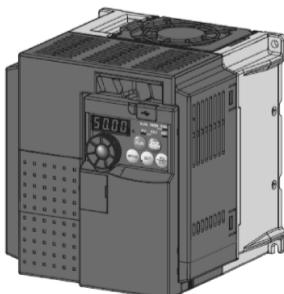
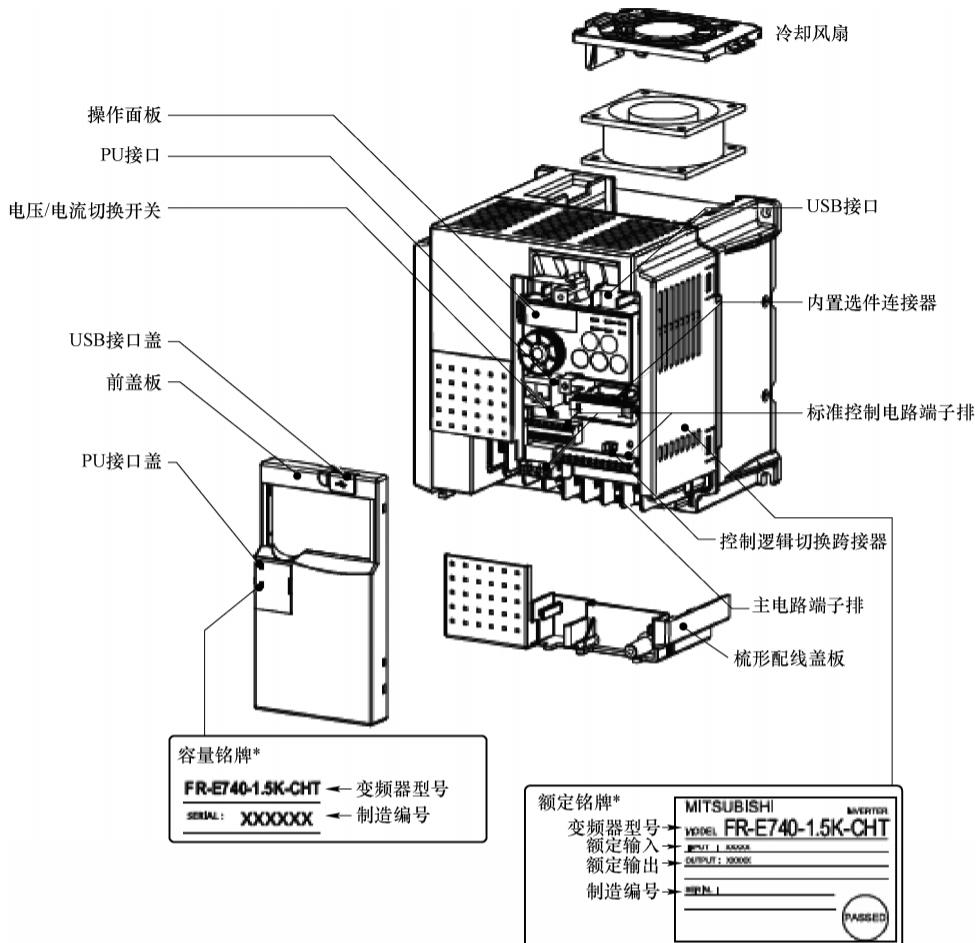

图1-1-1 三菱FR-E740系列变频器的外形
图 1-1-2 三菱 FR-E740 系列变频器的拆分结构
三菱FR-E700系列变频器的结构都基本相同，整体外形为半封闭式，从外观上看，它们主要由操作面板、端盖、器身和底座组成。三菱FR-E740系列变频器的外形如图1-1-1所示，其拆分结构如图1-1-2所示。
铭牌是选择和使用变频器的重要依据和参考，其内容一般包括厂商的产品型号、编号或标识码、基本参数、电压级别和标准、可适配电动机容量等。三菱 FR-E700 系列变频器铭牌的设计非常独特，在变频器的器身上贴有大小两个铭牌，大铭牌是额定铭牌，主要用于标识变频器的机型、额定参数和功率指标；小铭牌是容量铭牌，主要用于标识变频器的机型和容量。大小铭牌主要作用之一是方便用户识别变频器，如图 1-1-2 所示。
**操作要求：**三菱 FR-E740 系列变频器铭牌如图 1-1-2 所示。观察铭牌，记录信息，包括品牌型号、出厂编号、容量、基频、输入电压的变化范围、输入电源相数、输出电流、频率调节范围等，填写表 1-1-2。